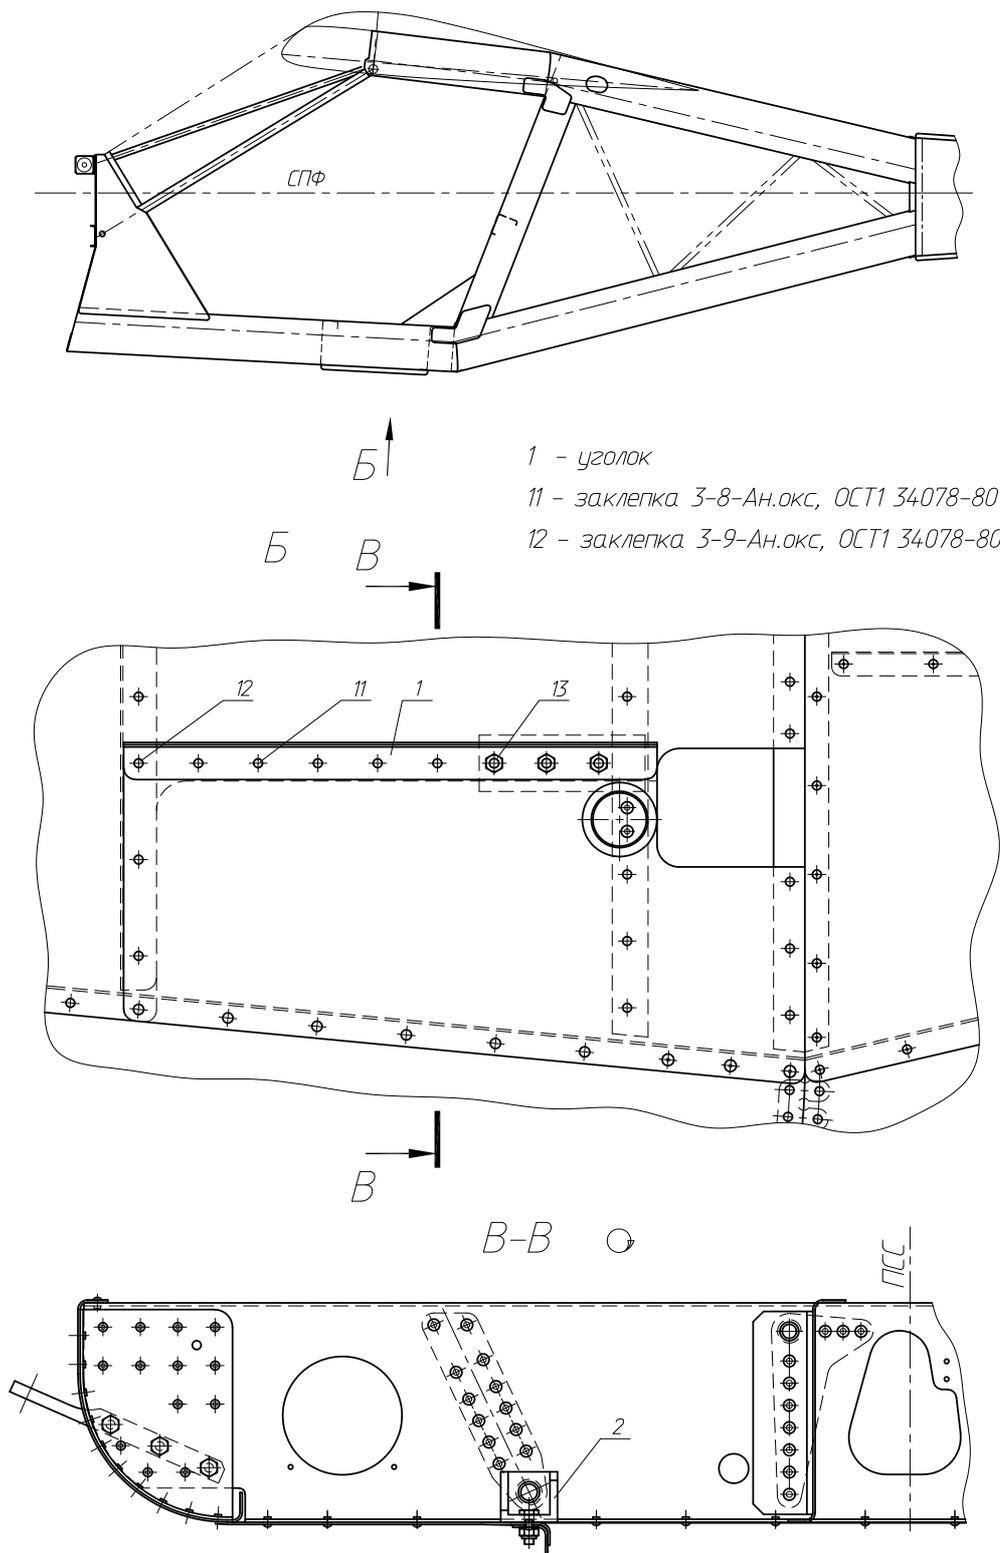

Рис. 2
2. Снять болты(13) крепления фитинга(2) к фюзеляжу (см. рис.2).
3. Высверлить заклепки(11, 12) сверлом Ø3.1 (см. рис.2).
5. Вскрыть отверстия под болты(13) сверлом Ø6.2 по фюзеляжу и развернуть отверстия разверткой Ø1/4Н7 .
7. Поставить уголок(1) на фиксаторы.
8. Поставить болты(13) на грунт.